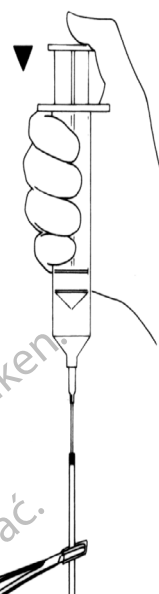

Figura 4-4b. Introduceți acul în tub
6. Umpleți manșonul cu 1 cc – 5 cc de soluție de umplere recomandată, în funcție de dimensiunea manșonului. (**Figura 4-4b**)